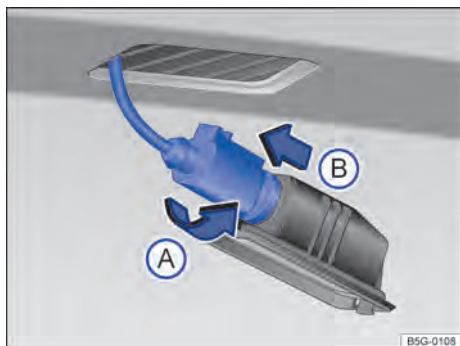

Fig. 172 Lanterna da placa de licença: desinstalar o suporte da lâmpada.
- 3 Girar o soquete da lâmpada no **sentido anti-horário** → Fig. 172 (A) e retirar o suporte junto com a lâmpada (B).
- 7 Posicionar o suporte da lâmpada na lanterna da placa de licença e pressionar no sentido contrário ao da seta (A) até o batente.